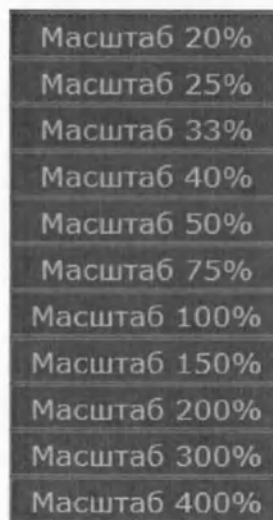

Рис. 92 Меню изменений размера изображения
- Масштаб – изменение масштаба в процентном отношении к оригинальному изображению (Рис. 92 Меню изменений размера изображения)